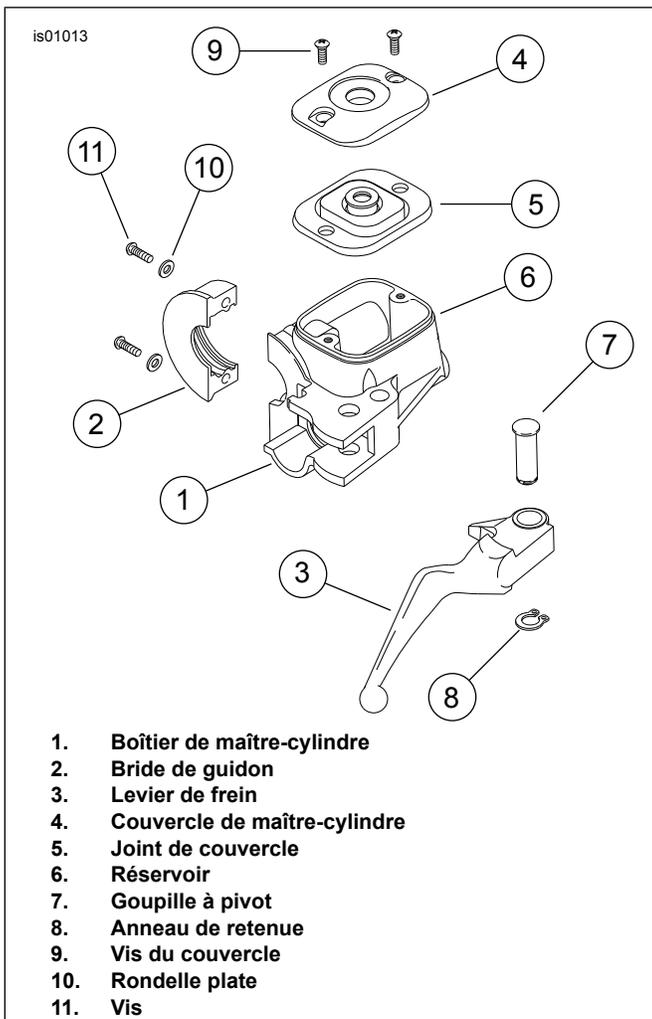

Figure 8. Maître-cylindre/réservoir de frein
- Voir Figure 8. Déposer les deux vis (11) avec les rondelles plates (10) qui maintiennent la bride de guidon à l'ensemble de maître-cylindre (1) et déposer la bride (2). Conserver les rondelles pour la repose. Avec l'index, boucher le trou duquel le boulon banjo a été retiré et déplacer le maître-cylindre/réservoir et l'ensemble de levier de frein du guidon vers un plan de travail propre.
- Voir Figure 8. Orienter le levier de frein dans la partie de support de l'ensemble de maître-cylindre et aligner le trou de la goupille à pivot avec les trous du support de levier. Poser la goupille à pivot à partir du haut et tapoter pour la mettre en place.